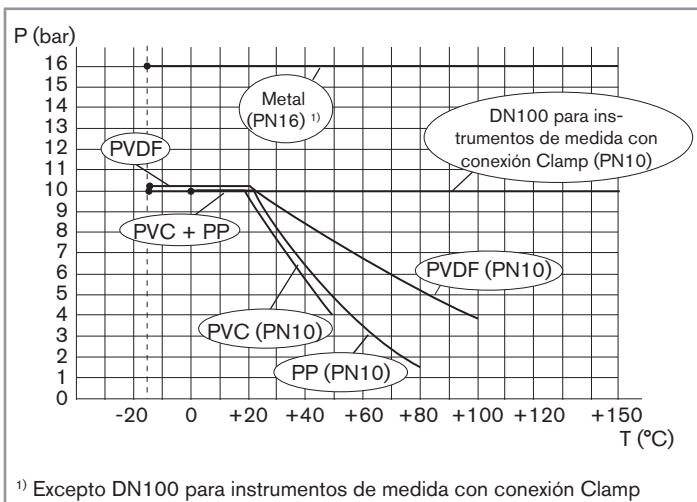

Imagen 3: Curva de relación entre la temperatura y la presión del líquido para el racor en T empelado
- ▶ Según el material del racor (consulte Imagen 3) y del instrumento de medida utilizado (consulte el correspondiente manual de instrucciones) respete la consiguiente relación temperatura/presión del líquido.